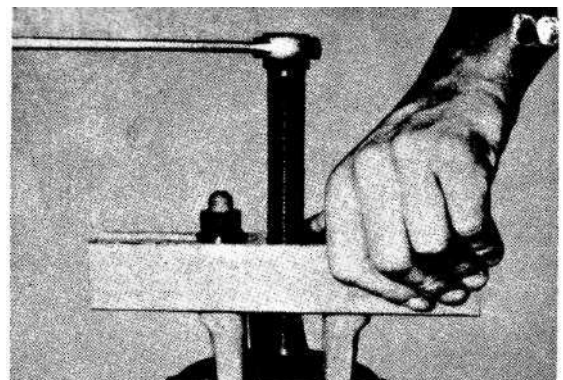

Bild 4-337
16. Äußere Laufringe der Kegelrollenlager abziehen und nur unter der Presse mit einem Rohr neu einpressen. (Bild 4-337)